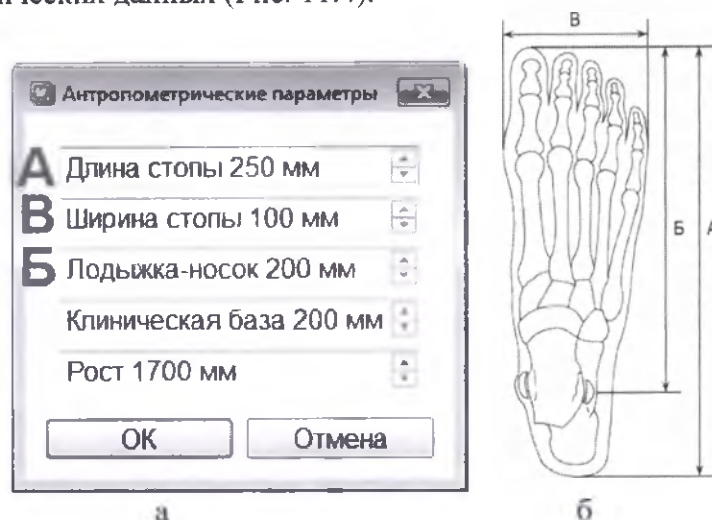

Рис. 11.4. Ввод антропометрических параметров пациента: а – параметры, б – схема определения параметров стопы
11.4. Перед началом регистрации может появиться диалоговое окно о вводе антропометрических данных (Рис. 11.4).